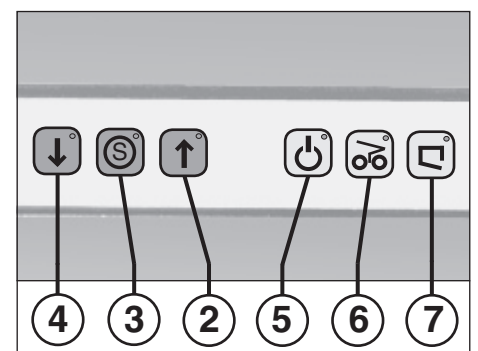

Fig. 2
- Tillkoppla huvudströmbrytaren (1) (läge "1").
- Tryck på körningsknappen (2) (fig. 2). Skärverket startar.
- 2 = Körknapp (fig. 2)**